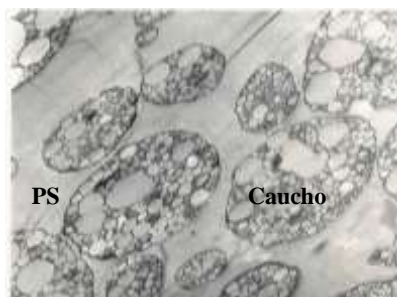

Figura 1. PSAI al microscopio.
La Figura 1 muestra una mezcla inmiscible: el poliestireno de alto impacto (PSAI). En este caso, se hace una mezcla de poliestireno (PS) con caucho, para subsanar la alta fragilidad del PS puro. Pero en la fotografía se observa que el caucho no se halla finamente disperso en el PS, como cabría esperar en una mezcla miscible. ¿Por qué resulta útil entonces? La respuesta también aclara la aparente paradoja de "mezcla inmiscible". Las mezclas que, a pesar de ser inmiscibles, presentan un aspecto homogéneo a simple vista y se comportan de acuerdo con lo deseado, se llaman compatibles. El caso del PSAI mencionado es un ejemplo de ello.